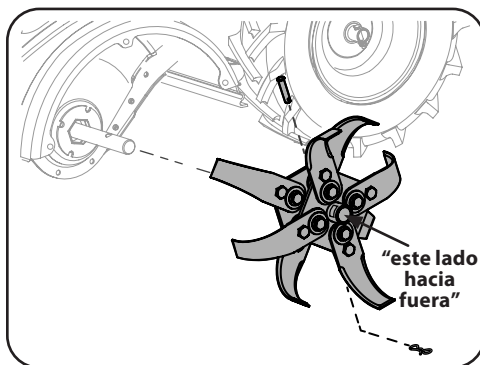

Figura 4-7
1. Saque la chaveta papion de la abrazadera clevis, y saque la abrazadera clevis abrochando el montaje de dientes a la transmisión. Saque el montaje del mango. Vea la Figura 4-7.